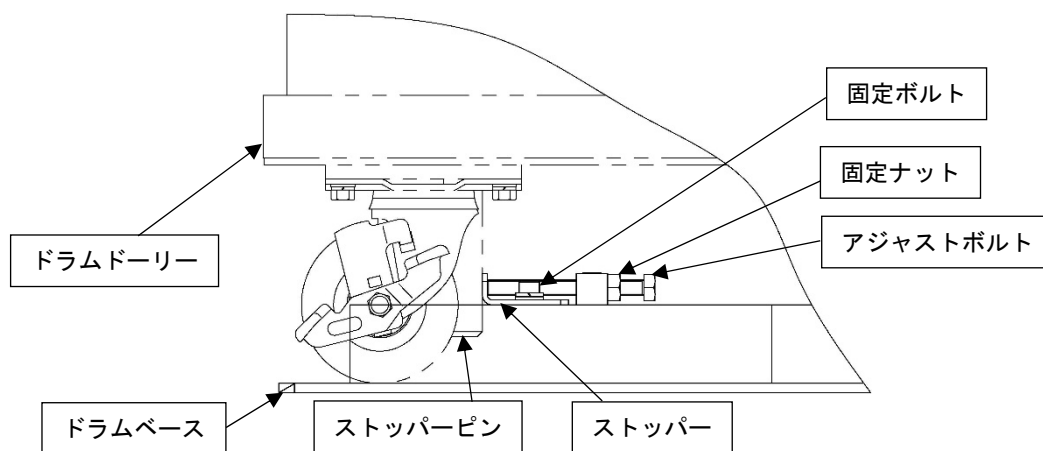

Fig.11
- 19) <ドラムストッパーの調整が未実施の場合>上記5)で緩めたアジャストボルトを、ストッパーがストッパーピン（ドラムドローリー下部）に当たるまで締込み、固定ナットでアジャストボルトを固定してください。また、固定ボルトを締付けてストッパーを固定してください。（Fig.11）